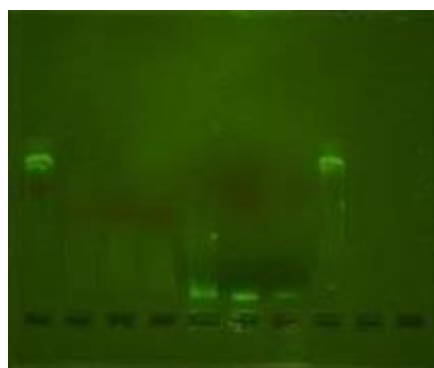

Fig. 11. Detecția la 366 nm
- lungimea de undă 366 nm (fig. 11), dacă hârtia sau faza staționară nu sunt pretratate cu indicatori de fluorescență, spoturile apar fluorescente pe fond întunecat. Această metodă se aplică pentru analiții fluorescenți sau care pot deveni fluorescenți în urma unei reacții chimice.